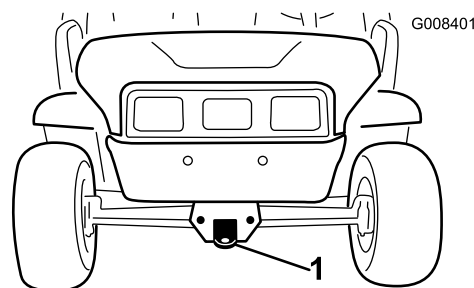
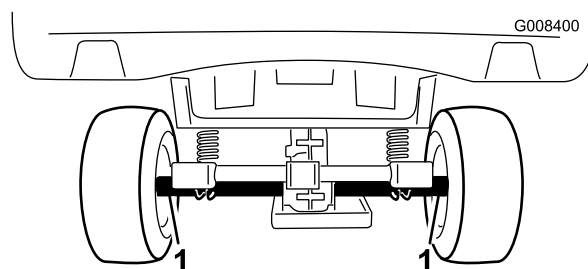

Рисунок 18
Рисунок 19
См. местонахождение точек крепления автомобиля на Рисунок 18 и Рисунок 19.
2. Прикрепите буксирный трос к тягово-цепному устройству в передней части рамы автомобиля (Рисунок 18).